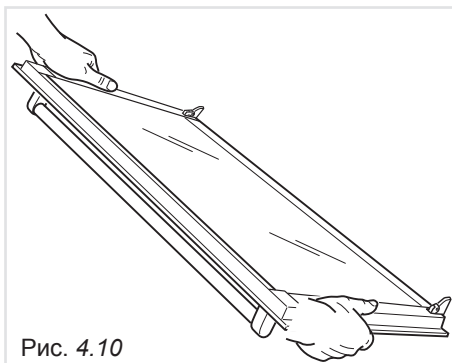

Рис. 4.10
- Возьмитесь за дверцу, как показано на Рис. 4.10.